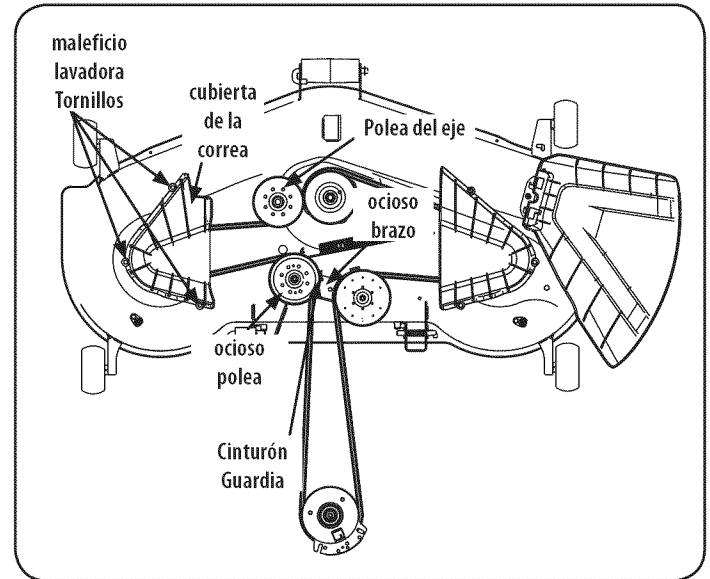

Figura 36
2. Quite los tornillos de la arandela hexagonales cubiertas de la correa de la cubierta. Ver Figura 36.
5. Instalar la nueva correa alrededor de las poleas del eje como se muestra y vuelva a instalar la cinta cubre. Ver Figura 36.
- Coloque la correa como se muestra en la Figura 36 y vuelva a instalar la cubierta (consulte Instalación de la plataforma).